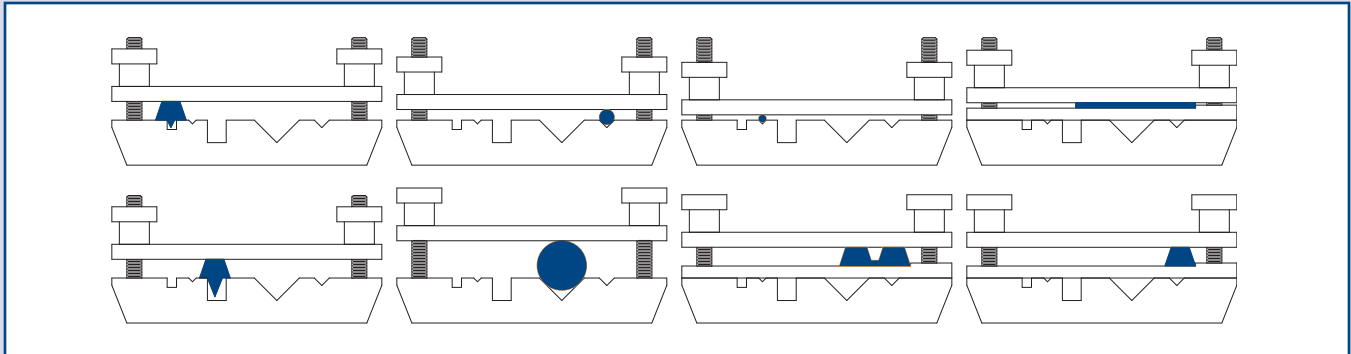

Figura 2
5. La figura 2 muestra las posiciones de montaje de la abrazadera de la correa posibles. Comenzando en un lado, afloje las tuercas de la abrazadera y coloque la correa en la posición de fijación que desee. Deslice la correa hacia dentro de la abrazadera, de manera que el extremo quede a medio camino entre ambas abrazaderas de montaje. Apriete las tuercas de la abrazadera. Nota: en el caso de perfiles Ridge Top y redondos, retire la placa inferior.